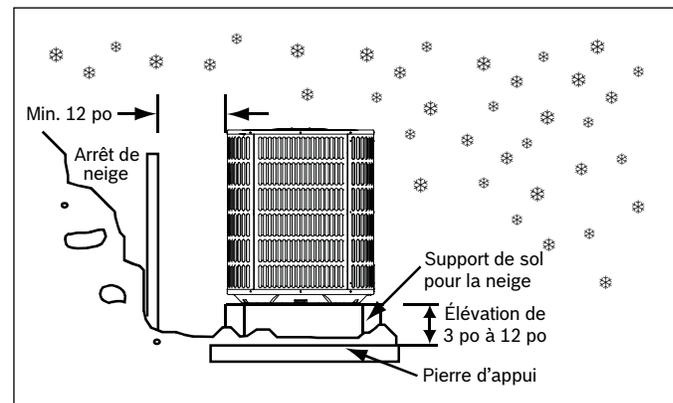

Figure 5
- ▶ Les modules doivent être surélevés de 3 po à 12 po de la plateforme ou du toit, selon les conditions météorologiques locales. Cette hauteur additionnelle permet l'écoulement de la neige et de la glace qui fondent pendant le cycle de dégivrage avant de geler de nouveau. Assurez-vous de ne pas obstruer les trous d'écoulement du bac, ce qui pourrait empêcher l'évacuation de l'eau de dégivrage (fig. 5)